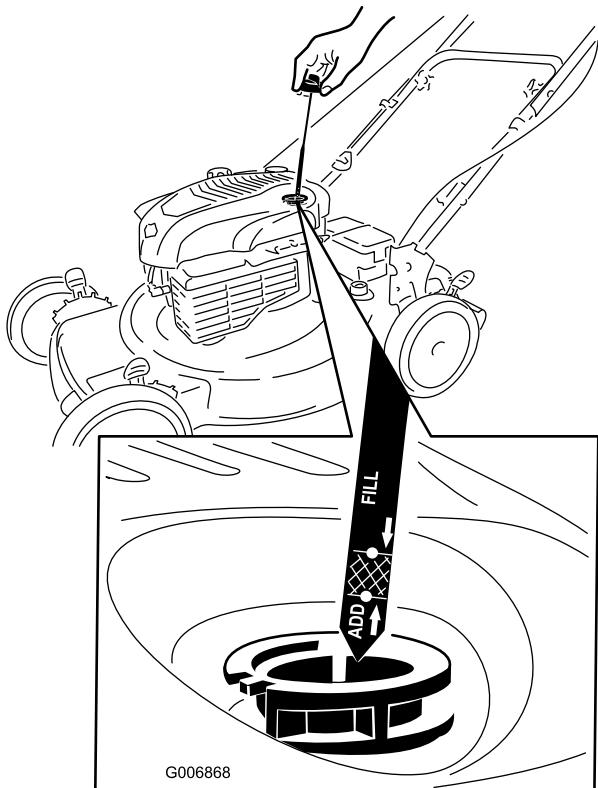

Figura 26
2. Retire la varilla (Figura 26).
- Vierta **lentamente** aceite en el tubo de llenado hasta que el nivel llegue a la marca "**Full**" (lleno) de la varilla (Figura 26). **No llene demasiado.** (Capacidad máxima: 0,59 l (20 onzas), tipo: SAE 30W, aceite detergente con clasificación de servicio API SF, SG, SH, SJ, SL o superior.)